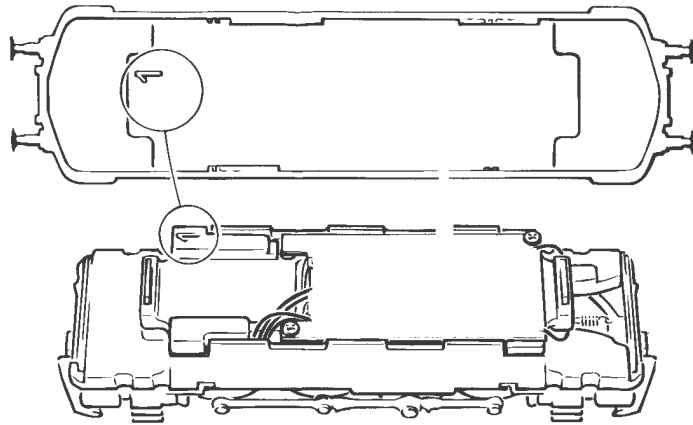

Fig. 5
3. Change of traction tyre: Remove the gear cover (fig. 4). Take out **wheel set** and remove **traction tyre** using a pin or a fine screwdriver (fig. 5). When pressing on the new traction tyre please **avoid twisting it**.
3. Échange des bandages d'adhérence: Démontez d'abord le **couvercle du carter des engrenages** des engrenages (fig. 4). Délogez ensuite les essieux bandagées et enlevez, à l'aide d'une aiguille ou d'un tourne-vis fin, les bandages d'adhérence (fig. 5). Lors du montage des nouveaux bandages veuillez veiller à ce que les bandages **ne soient pas tordues**.